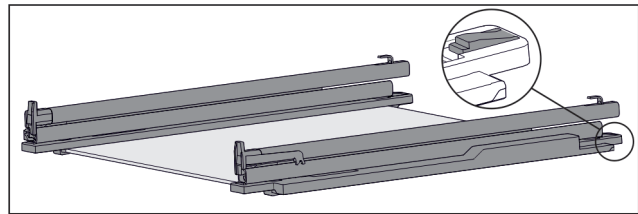

Fig. 107 Glasplatte mit Schienen und Halteteilen
- ▶ Halteteil hinten herunterdrücken (siehe Fig. 107) und gleichzeitig Schiene nach hinten schieben.